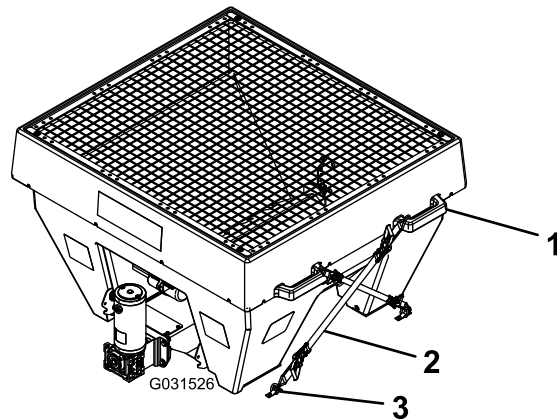

Bild 8
1. Befestigen Sie die Spanngurte um die obere Kante des Streuers an den Hebegriffen (Bild 8).
2. Schließen Sie das freie Ende der Spanngurte an den gegenüberliegenden D-Ringen an jeder Seite des Streuers an (Bild 8).